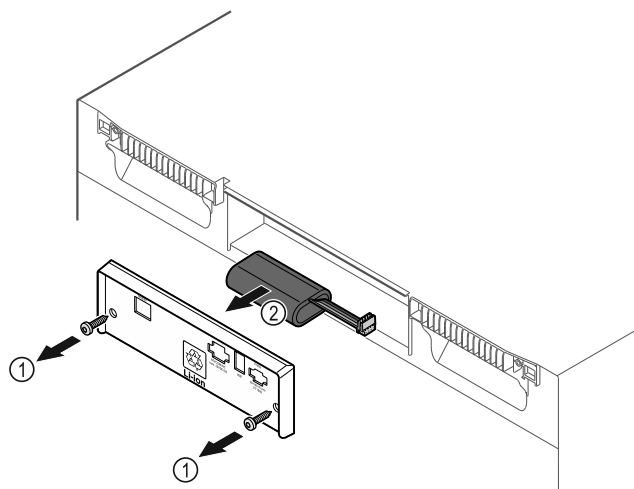

Fig. 201
- ▶ Vyšroubujte šrouby a odstraňte kryt na zadní straně spotřebiče Fig. 201 (1).
- ▶ Odpojte a vyjměte baterii Fig. 201 (2).